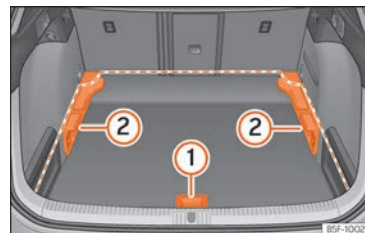
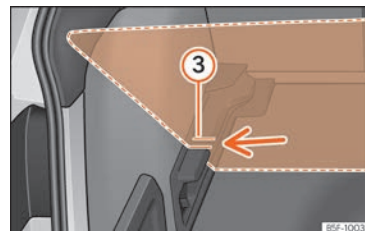

Abb. 147 Variabler Gepäckraumboden: Positionen.
Abb. 148 Variabler Gepäckraumboden: geneigte Kerben.
Haltegriff » Abb. 147 ① an und ziehen Sie ihn nach hinten, bis der vordere Teil des Bodens vollständig über den Halterungen ② liegt.
- Den Gepäckraumboden nun bis zum Anschlag an den Rücksitzlehnen nach vorne schieben und mit Hilfe des Haltegriffs ① absenken.
- Um von der hohen in die niedrige Position überzugehen, heben Sie den Boden am Haltegriff » Abb. 147 ① an und ziehen Sie ihn nach hinten, bis der vordere Teil des Bodens vollständig über den Halterungen ② liegt.
- Den vorderen Teil auf den Boden absenken und diesen bis zum Anschlag an den Rücksitzlehnen nach vorn verschieben und dabei den Boden gleichzeitig mit Hilfe des Haltegriffs ① absenken.
- Heben Sie den Boden am Haltegriff » Abb. 147 ① an und ziehen Sie ihn nach hinten, bis der vordere Teil des Bodens über den geneigten Kerben » Abb. 148 ③ liegt.
- Bewegen Sie den Boden nun mithilfe des Griffstücks über diese Kerben ① bis an die Rücksitzlehnen heran, sodass der Boden schließlich auf den Kerben aufliegt.